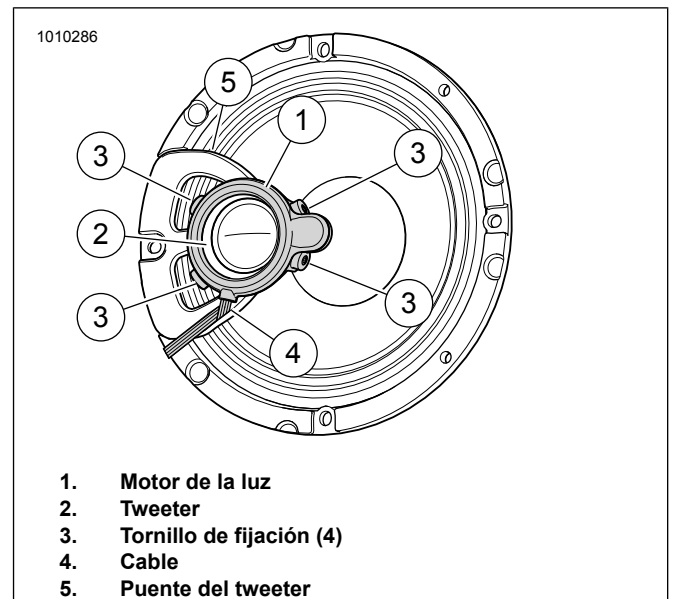

Figura 10. Altavoz, tweeter, puente del tweeter y luz LED
Consulte la Figura 10. Coloque el motor de la luz (1) en el tweeter (2) como se muestra. Comprima suavemente el motor de la luz en su lugar.